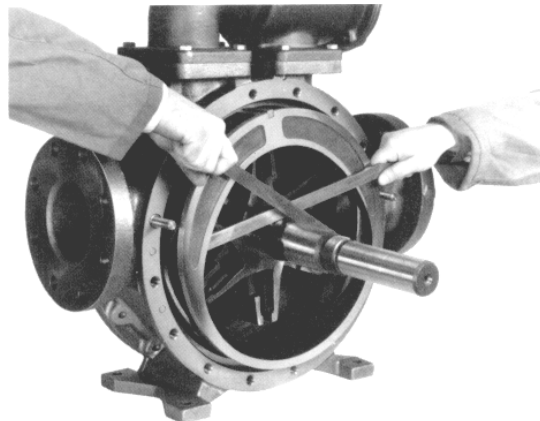

Figura 9 – Desmontaje de la camiseta
5. Retire los tornillos prisioneros del cabezal (21) y las tuercas de los pasadores del cabezal (21C). Para facilitar el desmontaje, se proporcionan dos orificios del tornillo de nivelación en el borde del cabezal.
6. Quite el cabezal (20 o 20A) de la carcasa (12), teniendo cuidado de no mellar ni raspar el eje.
7. El disco (71) se saldrá junto con el conjunto del cabezal, y está conectado con cuatro tornillos mecánicos embutidos de cabeza Allen (71A) y arandelas de seguridad (71B).
8. Desde el lado abierto de la bomba, sujete el rotor en las posiciones de las 3 y 9 horas, y extraiga delicadamente el rotor y el eje (13) del conjunto del cabezal que aún permanece en la carcasa. **PRECAUCIÓN:** Tenga cuidado para evitar lesiones: el rotor y el eje son pesados y pueden tener bordes cortantes.
10. Dependiendo de la aplicación de la bomba, la camiseta (41) puede desmontarse de dos maneras:
- a. Si el material de bombeo es un líquido limpio y no corrosivo, con baja viscosidad, la camiseta por lo general puede retirarse de la carcasa apalancando con dos barras. Inserte las puntas de las barras en las aberturas del puerto a ambos lados de la camiseta, y retire parcialmente la camiseta apalancando contra el rotor. Utilice un bloque debajo de la barra, contra el rotor, para quitar completamente la camiseta (consulte la figura 9).